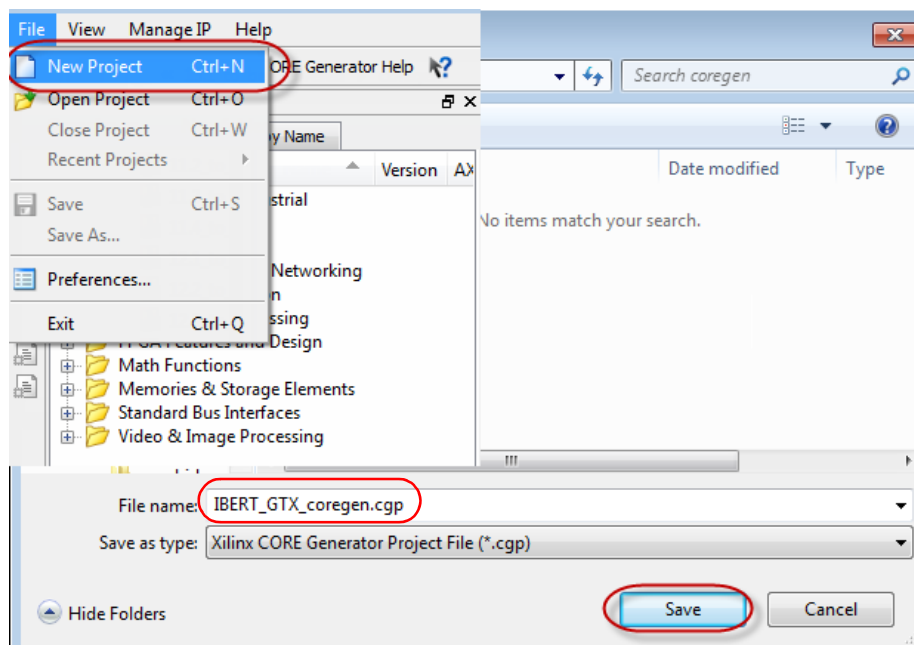

図 3 : CORE Generator でのプロジェクトの作成および保存
2. [File] → [New Project] をクリックし、図 3 にあるようにプロジェクト名を「IBERT_GTX_coregen」にして保存します。